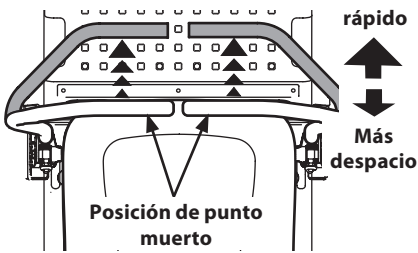

Figura 22
1. Mueva las palancas de control de la transmisión de forma lenta y pareja hacia adelante. El tractor comenzará a desplazarse hacia adelante (Figura 22).